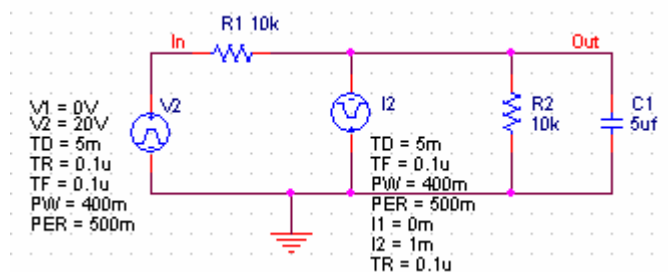

图 14: 使用脉冲电流和电压源的电路
6. 我们可以用一个改变结束时间的电压源代替开关。如图 14，我们使用 SOURCE 库中的 VPULSE 和 IPULSE 源。输入电平 (V1 和 V2)，延时 (TD)，上升 (TR) 和下降 (TF) 时间，脉冲宽度 (PW) 和周期 (PER)，这些值都在下面的图中。关于这些参数的详情和其他 Spice 元件的描述可以从用户指南或 Spice 教程中找到 <http://www.seas.upenn.edu/~jan/spice/>。